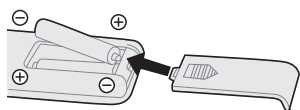

Fig.1
- Indsæt batterierne, og sørg for, at batterierne er placeret som vist på Fig. 1.